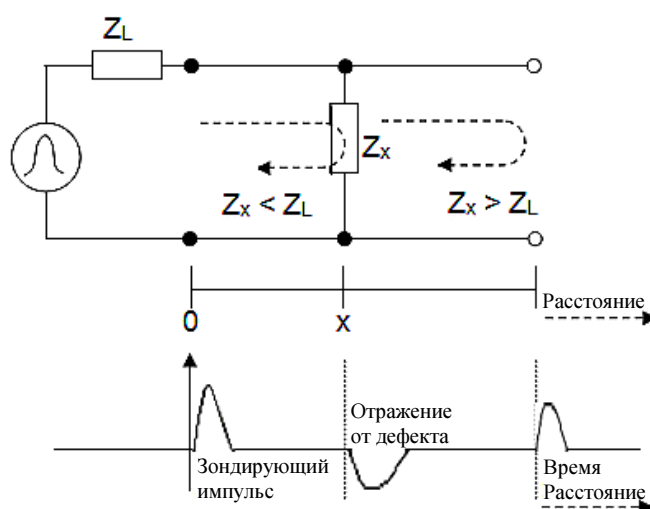

Рисунок 1 – Принцип импульсной рефлектометрии
1.4.1.2 По временной задержке прихода отражённых импульсов относительно зондирующего можно определить расстояние до неоднородности (см. рисунок 1).